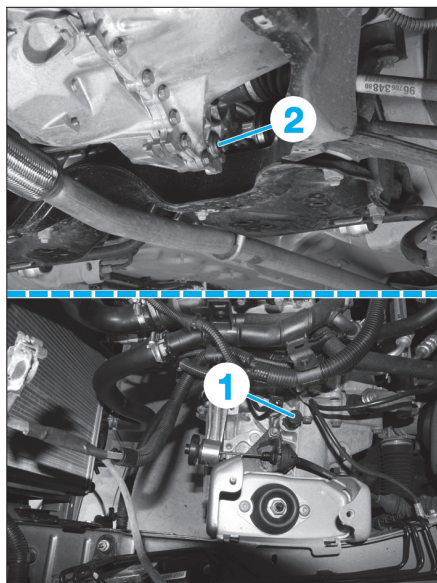

Fig. 2
- le bouchon de l'orifice de mise à l'air libre (1) (Fig.2),
- le bouchon de vidange (2).